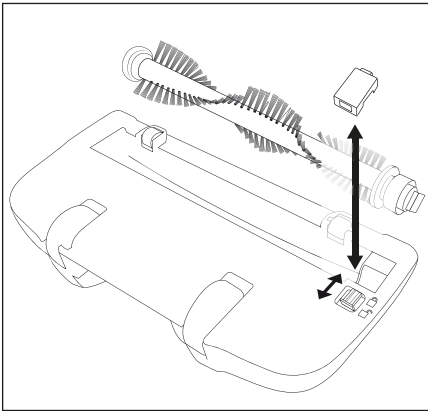

Fig. 5
- 2) Far scorrere il dispositivo di blocco sulla piastra di copertura in direzione del simbolo  in modo da poter rimuovere la piastra di copertura (fig. 5).
- 7) Ricollocare la piastra di copertura finché non si innesta in posizione. La piastra di copertura si blocca con lo scivolamento automatico del dispositivo di blocco verso il simbolo  (fig. 5).